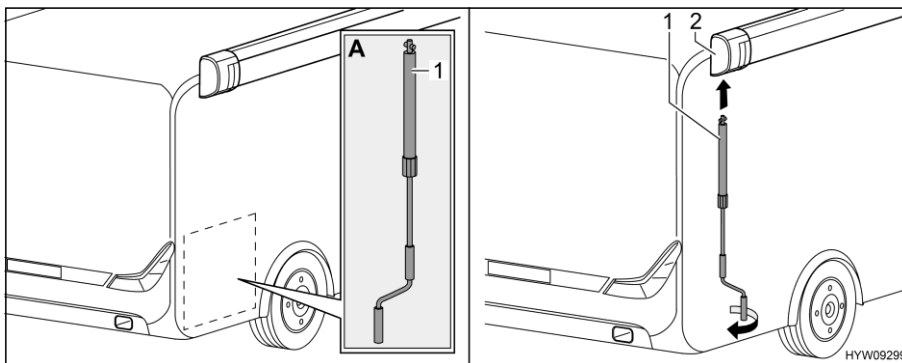

Fig. 25 Instalar la manivela
- Sacar la manivela (Fig. 25,1) del garaje trasero (Fig. 25,A).
- Encajar la manivela en el enganche de bayoneta (Fig. 25,2) del toldillo.